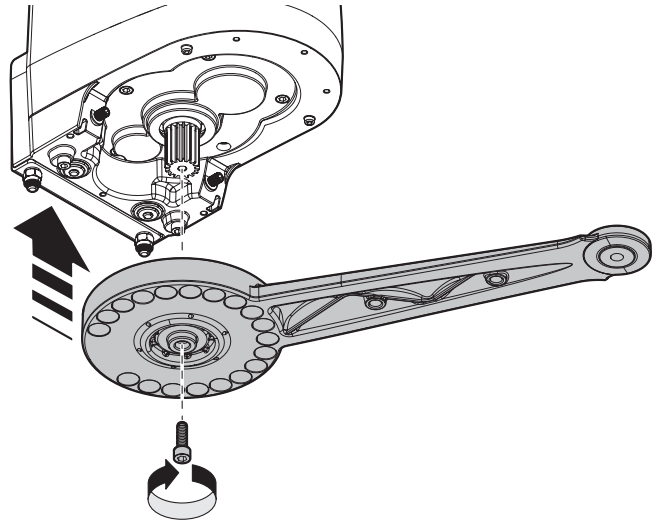

Fig.16
05. A questo punto rimontare il braccio sul motore **fig. 16**;